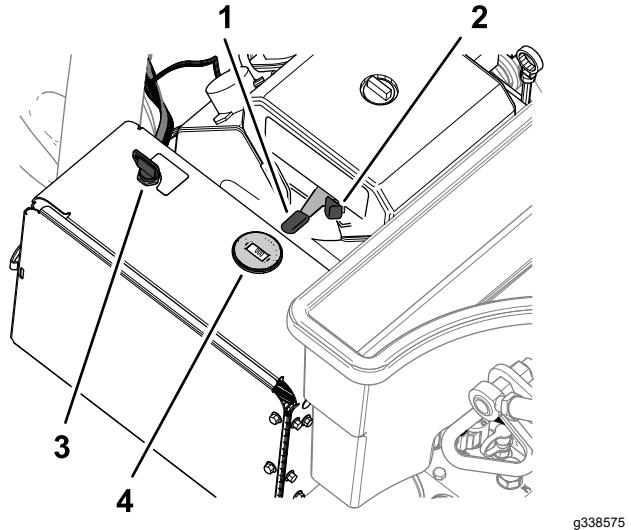

Рисунок 78
2. Переместите рычаг дроссельной заслонки (Рисунок 78) в положение Медленно.